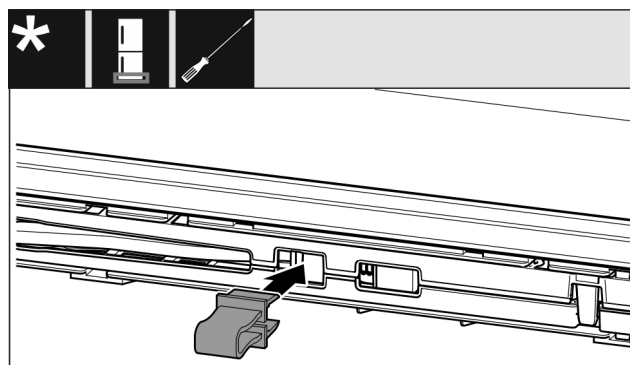

Fig. 14
- ▶ Fixați în poziție siguranța în deschizătură Fig. 14 ().